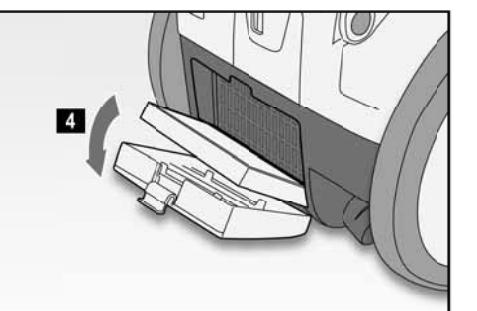

Fig. 6
- Filtri interni. Si tratta di normali filtri in fibra plastica. Per la pulizia rimuoverli, lavarli accuratamente in acqua tiepida e solo dopo averli fatti asciugare riporli al loro posto (5 - Fig. 6). Il filtro nel coperchio contenitore deve essere rimosso dalla parte che si trova sotto il coperchio.